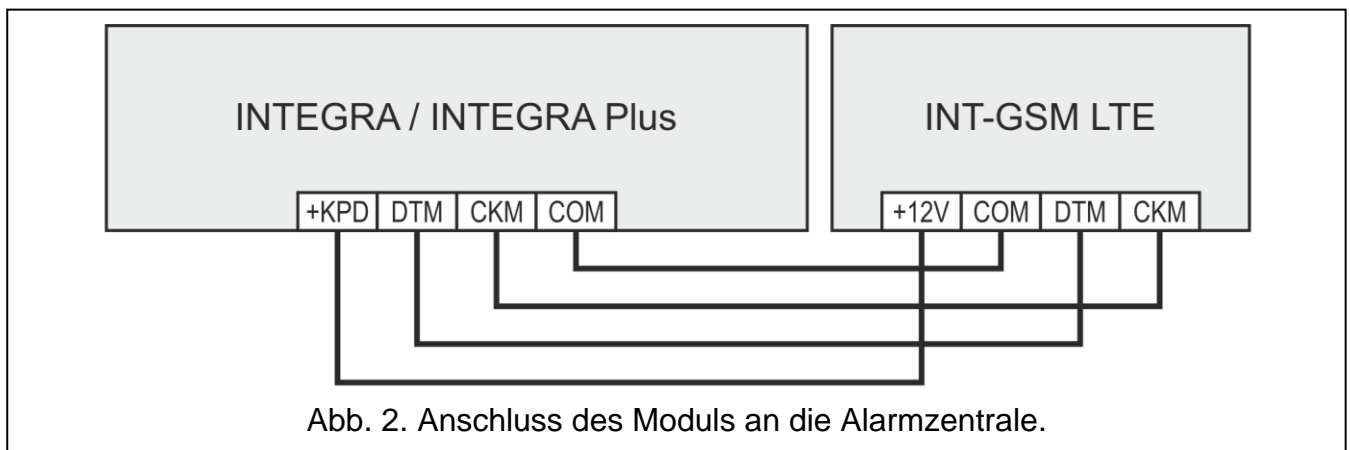

Abb. 2. Anschluss des Moduls an die Alarmzentrale.
1. Verbinden Sie die Klemmen +12V, COM, DTM und CKM des Moduls mit den Klemmen der Alarmzentrale (Abb. 2). Zur Verbindung der Klemmen +12V und COM verwenden Sie flexible Kabel mit dem Querschnitt 0,5-0,75 mm2 oder starre Leiter mit dem Querschnitt 1-2,5 mm2. Wenn Sie zur Verbindung der Klemmen DTM und CKM ein verdrehtes Kabel verwenden, beachten Sie, dass die Signale CKM (Uhr) und DTM (Daten) nicht in einem Paar verdrehter Leitern geführt werden dürfen. Die Leitungen müssen in einem Kabel geführt werden.